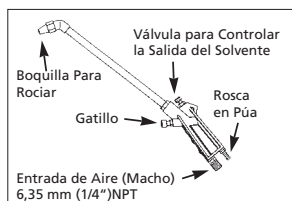

Figura 1 - Características de la Pistola Para Limpiar Motores
2. Corrosión	2. Desconecte la manguera de la herramienta y añádale dos gotas de aguarrás a la herramienta a través del conector después de cada uso (Vea la Figura 1)